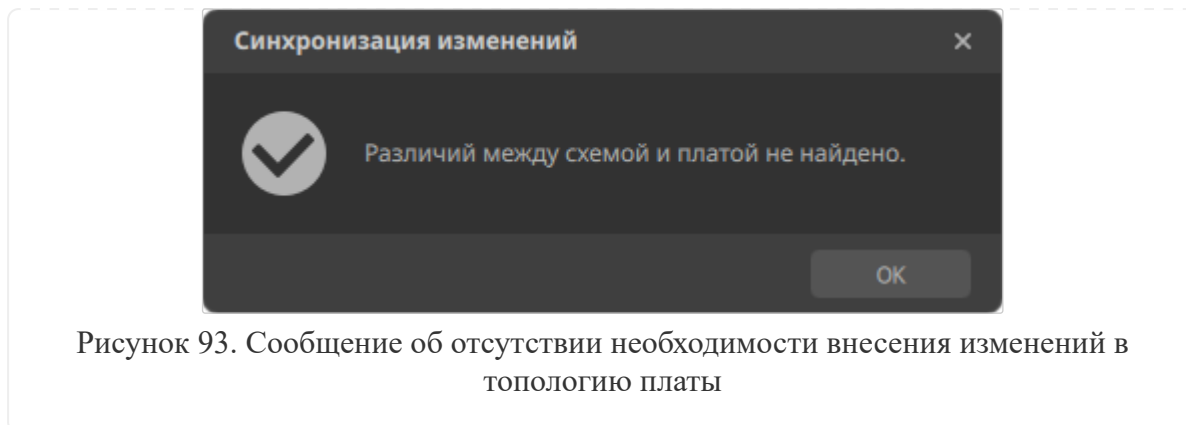

Рисунок 93. Сообщение об отсутствии необходимости внесения изменений в топологию платы
**Примечание**— Если внесение изменений в топологию платы не требуется, то при вызове команды «Обновить плату» отобразится сообщение «Различий между схемой и платой не найдено» (см. рисунок 93).